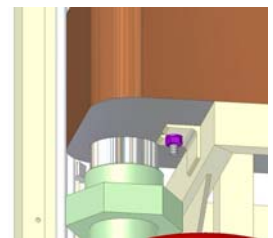

Abbildung 4.2-3
2. Entfernen Sie die M8-Mutter an der Unterseite des Wärmetauschers (violett Abbildung 4.2-3).